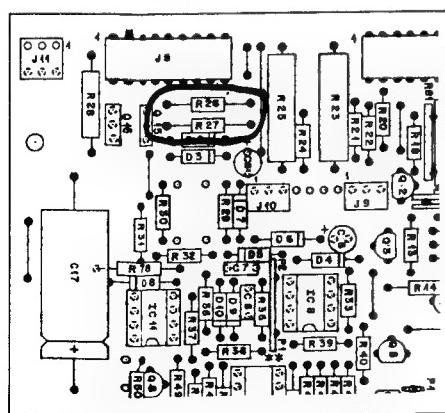

Fig. 3.17
- Gerät auf Wiedergabe starten und den Spannungsabfall über R26 (MICROPROCESSOR PCB 1.710.465 / Fig. 3.17) messen.
- Start recorder in play mode and measure potential drop across R26 (MICROPROCESSOR PCB 1.710.465 / Fig. 3.17).
- Mettez l'appareil en lecture et mesurez la chute de tension aux bornes de R26 (MICROPROCESSOR PCB 1.710.465 / fig. 3.17).